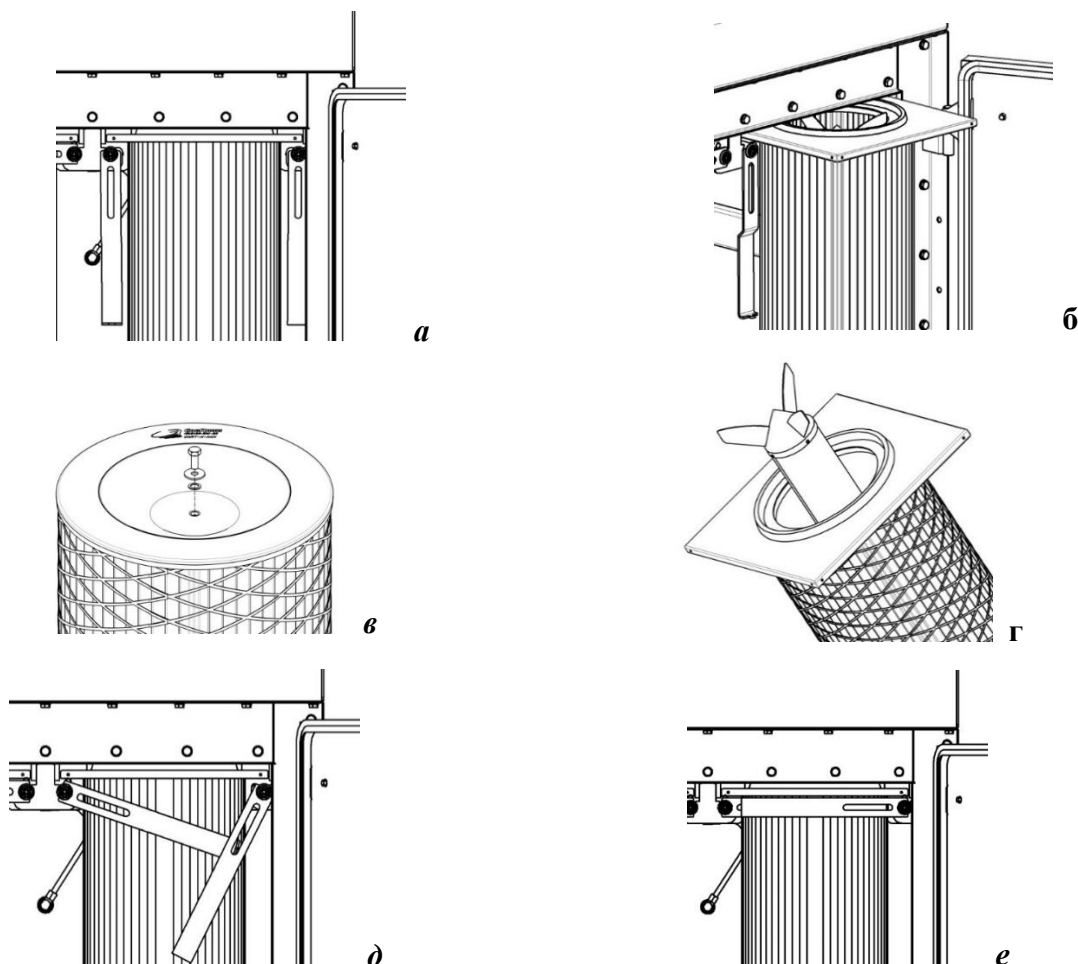

Рисунок 18
- 1) открыть дверь фильтра, предварительно открутив ручки, повернуть рычаги в положение «открыто», как показано на рисунке 18а, вытащить картриджи (рисунок 18б);
- 2) открутить на нижней крышке картриджа болт М8х20 и снять вместе с шайбами, извлечь обтекатель (рисунок 18, в, г), повторить процедуру для оставшихся картриджей;
- 4) взять новый картридж, собрать с обтекателем, закрепить его болтом М8х20 с шайбами, повторить действия для оставшихся картриджей, установить картриджи в фильтр, повернуть рычаги в положение «закрыто» (рисунок 18е), закрыть дверь фильтра, закрутить ручки.